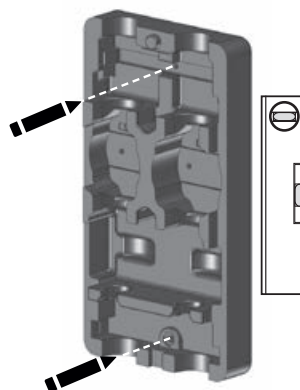

Fig. 7
1. Rimuovere la parte frontale della coibentazione (1)
2. Estrarre il blocco di fissaggio (2)
3. Rimuovere il gruppo (3) dalla parte posteriore della coibentazione (4)
4. Posizionare la parte posteriore della coibentazione (4) perpendicolarmente alla parete ed utilizzarla come dima per eseguire i fori (fig. 7)